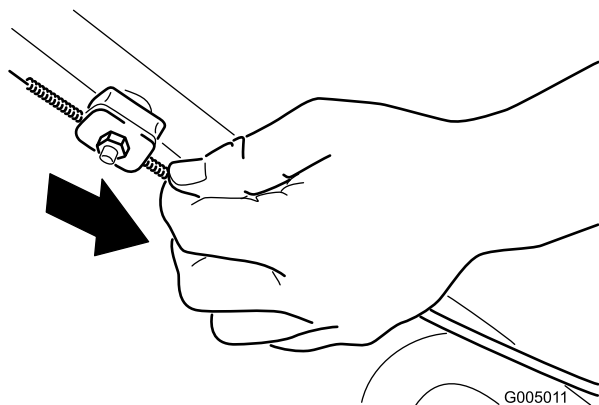

Figure 28
2. Tirez la gaine du câble vers le bas (vers la tondeuse) pour éliminer le mou du câble (Figure 28).